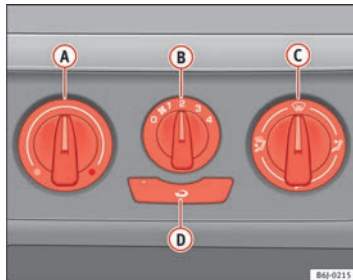

Abb. 91 In der Instrumententafel: Bedienelemente der Heizung
- Drehen Sie den Temperaturregler **A** ⇒ Abb. 91 nach links.
- Drehen Sie den Temperaturregler **A** ⇒ Abb. 91 nach rechts, bis die gewünschte Heizleistung erreicht ist.
- Drehen Sie den Temperaturregler **A** ⇒ Abb. 91 ganz nach rechts auf die höchste Heizleistung.
- Drehen Sie den Temperaturregler **(A)** ⇒ Abb. 91 in den Heizbereich.